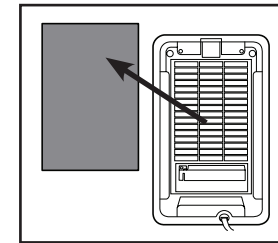

Figure 3
2. Un cadran de rappel de la date de remplacement des filtres est intégré à l'arrière de l'appareil pour vous aider. Réglez tout simplement le cadran à 6 mois pour vous rappeler quand changer les filtres. Le cadran indique les mois de l'année (Figure 3).